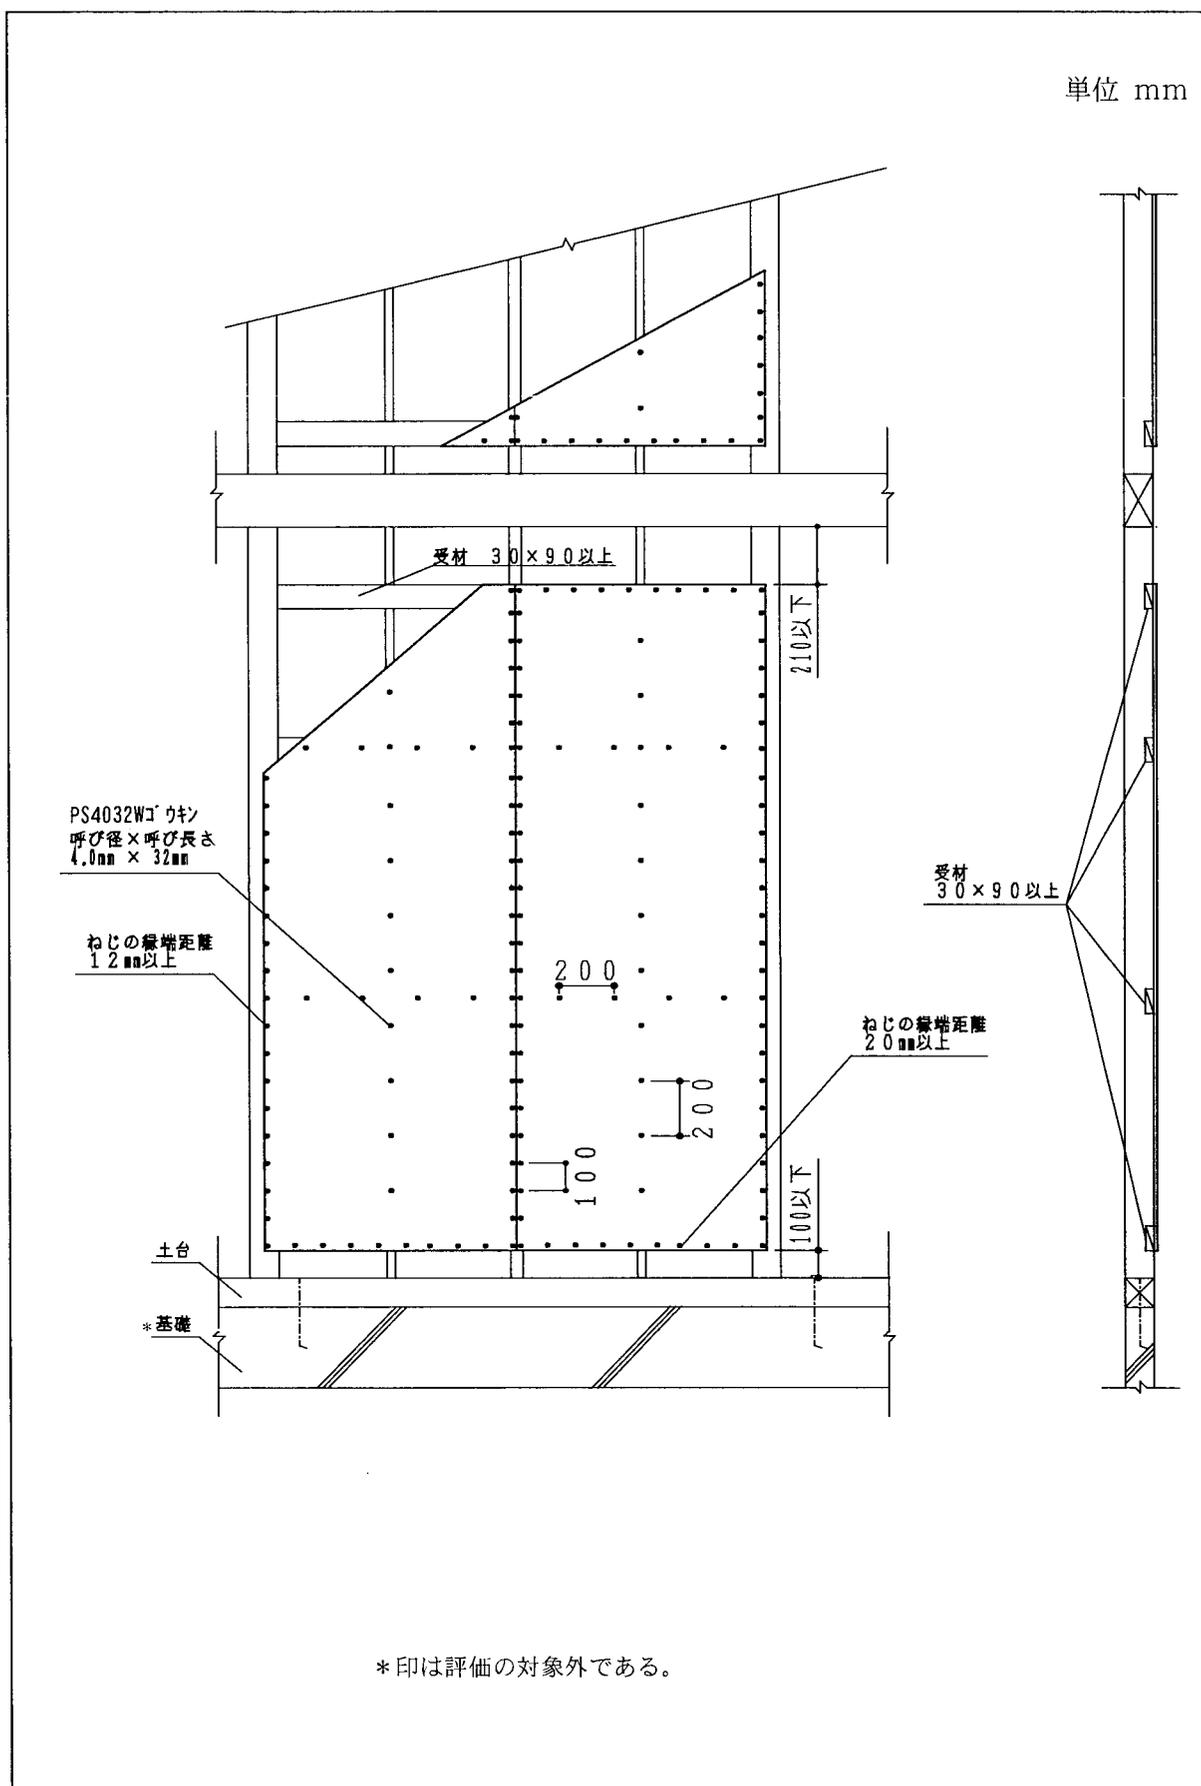

図2 面材の割付例 (2枚張り)
③面材は、柱、間柱、中間柱及び受材に直貼りとする(図 2～図 4 参照)。
面材の割付例を図2～図4に示す。